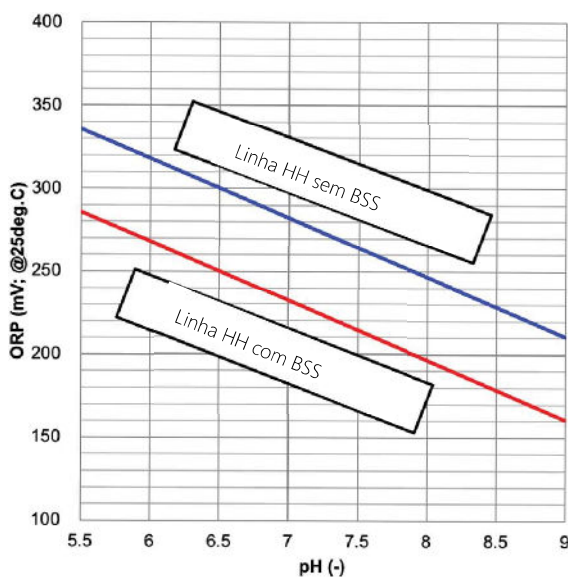

Figura 230-1:
*) A leitura do medidor de ORP deve sempre ser menor que o valor da linha mostrada na Figura 230-1.